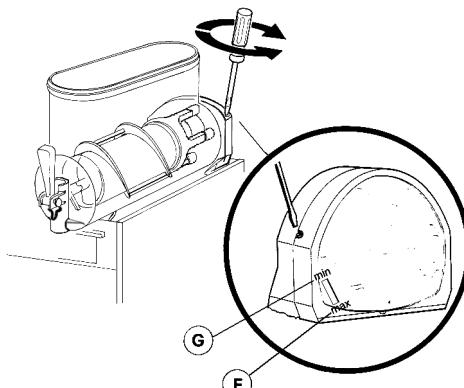

figure 3
- 1 Réglage de la densité:** la densité optimale de la granita a été réglée en usine. Si l'on désire modifier cette densité, tourner avec un tournevis la vis de régulation densité située dans chacune des parois postérieures du distributeur (voir figure 3):